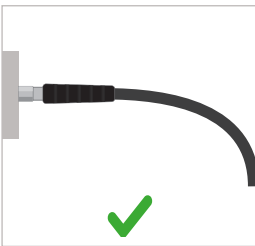
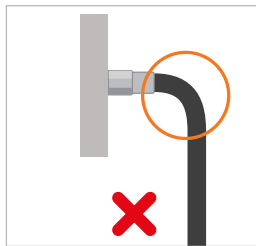

Figure 1
Figure 2
- ▶ Assurez-vous que la courbure du flexible de pression débute uniquement après une longueur de 19 mm afin d'éviter toute torsion et sollicitation de traction (*Figure 1* et *Figure 2*).